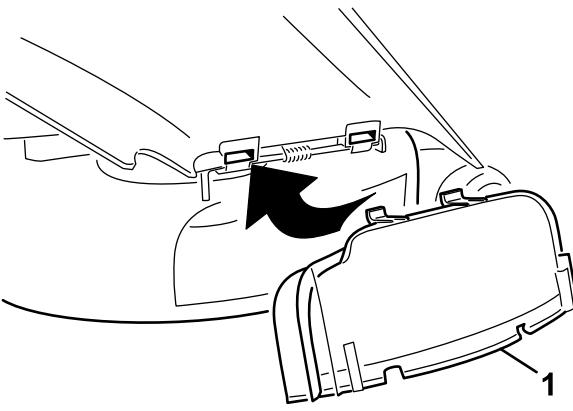

Figura 28
- Ruotate il coperchio dello scarico verso il basso sull'apertura e sul bordo inferiore del tosaerba (Figura 28).
6. Fissate il coperchio dello scarico sul bordo inferiore del tosaerba con 2 bulloni (1/4 x 2-1/2 poll.) e 2 dadi ciechi (1/4 poll.) come indicato nella Figura 28.